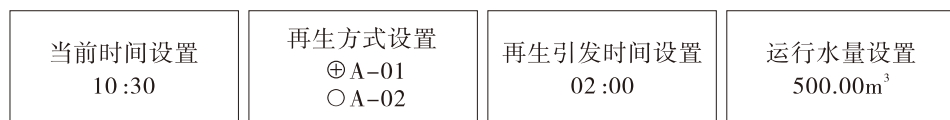

图50（流量型）
d) 运行水量设置，适用于流量型浮动床，如图50所示，根据工艺计算设置周期运行制水量。